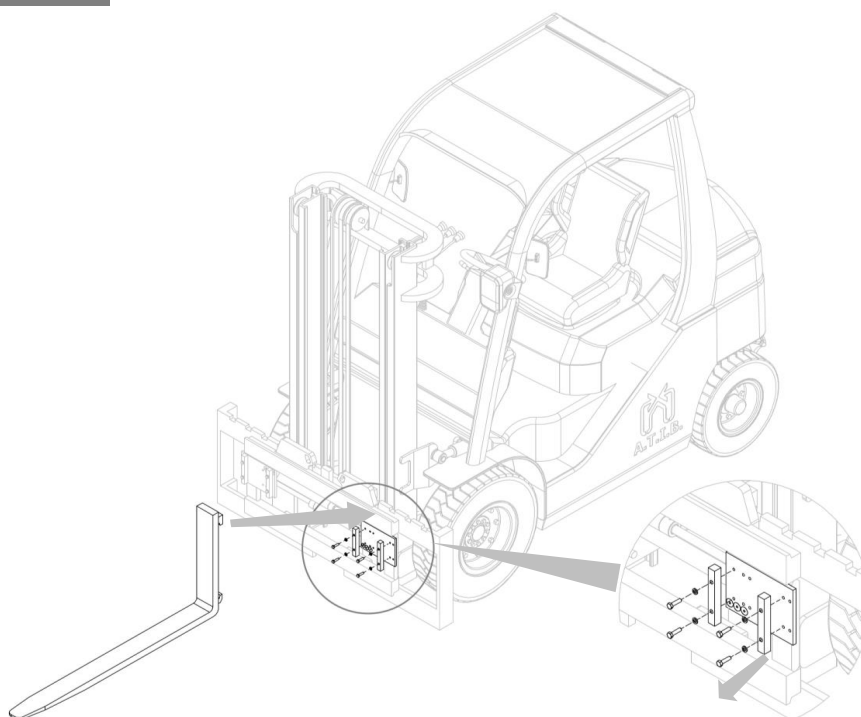

Figura 17
1. Aplicar las horquillas después de destornillar los topes de las placas (mira *Figura 17*; también en las siguientes figuras solo se muestra el equipo tipo 575, ya que el procedimiento de instalación de las horquillas es el mismo para todos los equipos).